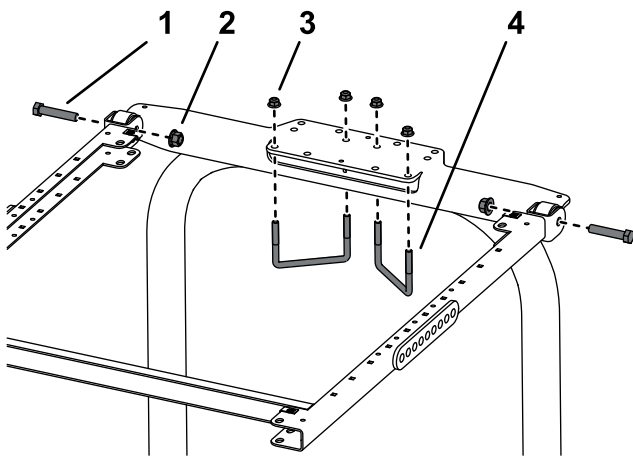

Figure 10
8. Placez le support du ROPS au sommet de l'arceau de sécurité du pulvérisateur (Figure 10).
9. Montez le cadre sur le support du ROPS (Figure 10).